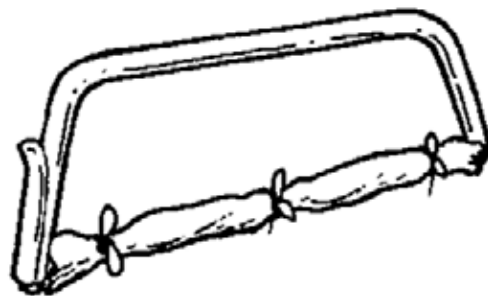

Figure 6 Rangement d'une scie à archet
- Cacher ou ranger les haches et les scies à archet dans un étui sécuritaire lorsqu'elles ne sont pas utilisées (tel qu'illustré à la figure 6).